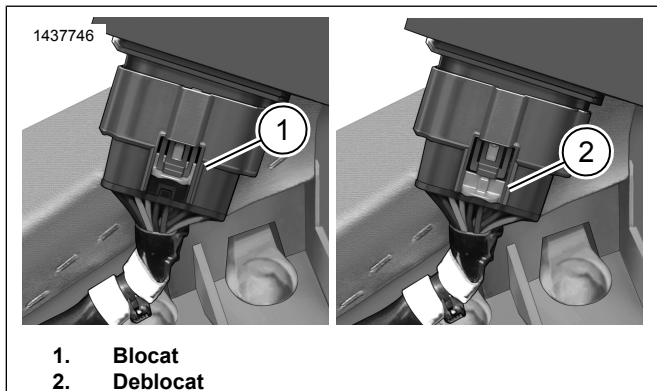
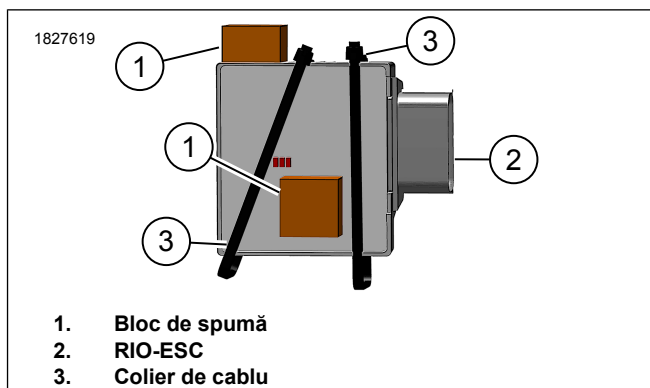

Figura 5. Conector RIO Poziție blocat/deblocat
Figura 6. Instalare Bloc spumă la RIO
- A se vedea figura 5. Deblocați (2) conectorul RIO-ESC și deconectați-l.
- A se vedea figura 6. Instalați blocaje din spumă(1) la RIO-ESC (2).
- Instalați blocaje din spumă (1) sub luminile LED și în colțul superior.
- A se vedea figura 5. Conectați RIO-ESC la cablaj și la conectorul de blocare (1).